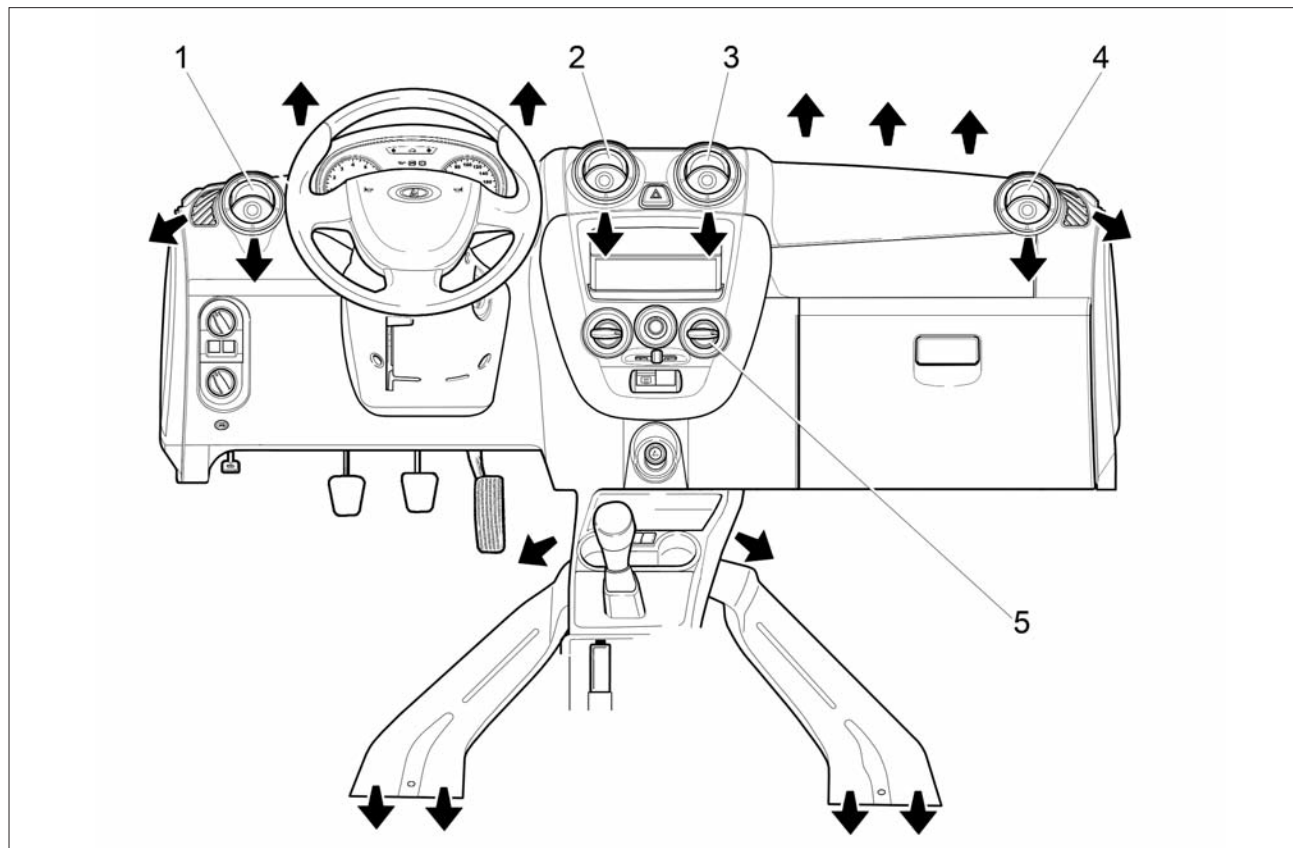

Рис. 39. Направления потоков воздуха из дефлекторов и воздуховодов
Непосредственным воздействием на дефлекторы сопел 1, 2, 3 и 4 (рис. 39) регулируется интенсивность подачи воздуха путем изменения положения дефлекторов вплоть до полного их закрытия. Открытие нужного сопла производится нажатием на специальное углубление в дефлекторе. Вращением дефлектора регулируется направление воздушного потока.
- **сопла 1 и 4** (см. рис. 39) отрегулировать по направлению и силе потока (рукояткой переключателя 2, см. рис. 38), в зависимости от желаемого направления и силы потоков;
- **сопла 1 и 4** (см. рис. 39) направить на соответствующие боковые стекла в зону наибольшего запотевания;
- **сопла 1 и 4** (см. рис. 39) направить на соответствующие боковые стекла в зону наибольшего обледенения;
В положении  рукоятки 4 хотя бы одно из сопел 1, 2, 3 или 4 (см. рис. 39) должно быть открытым, иначе теплообменник охлаждения воздуха (испаритель) может обледенеть и перекрыть подачу воздуха в салон.
3. Установите **рукоятку 4** своей меткой напротив символа . **Сопла 1 и 4** (см. рис. 39) панели приборов должны быть открытыми.